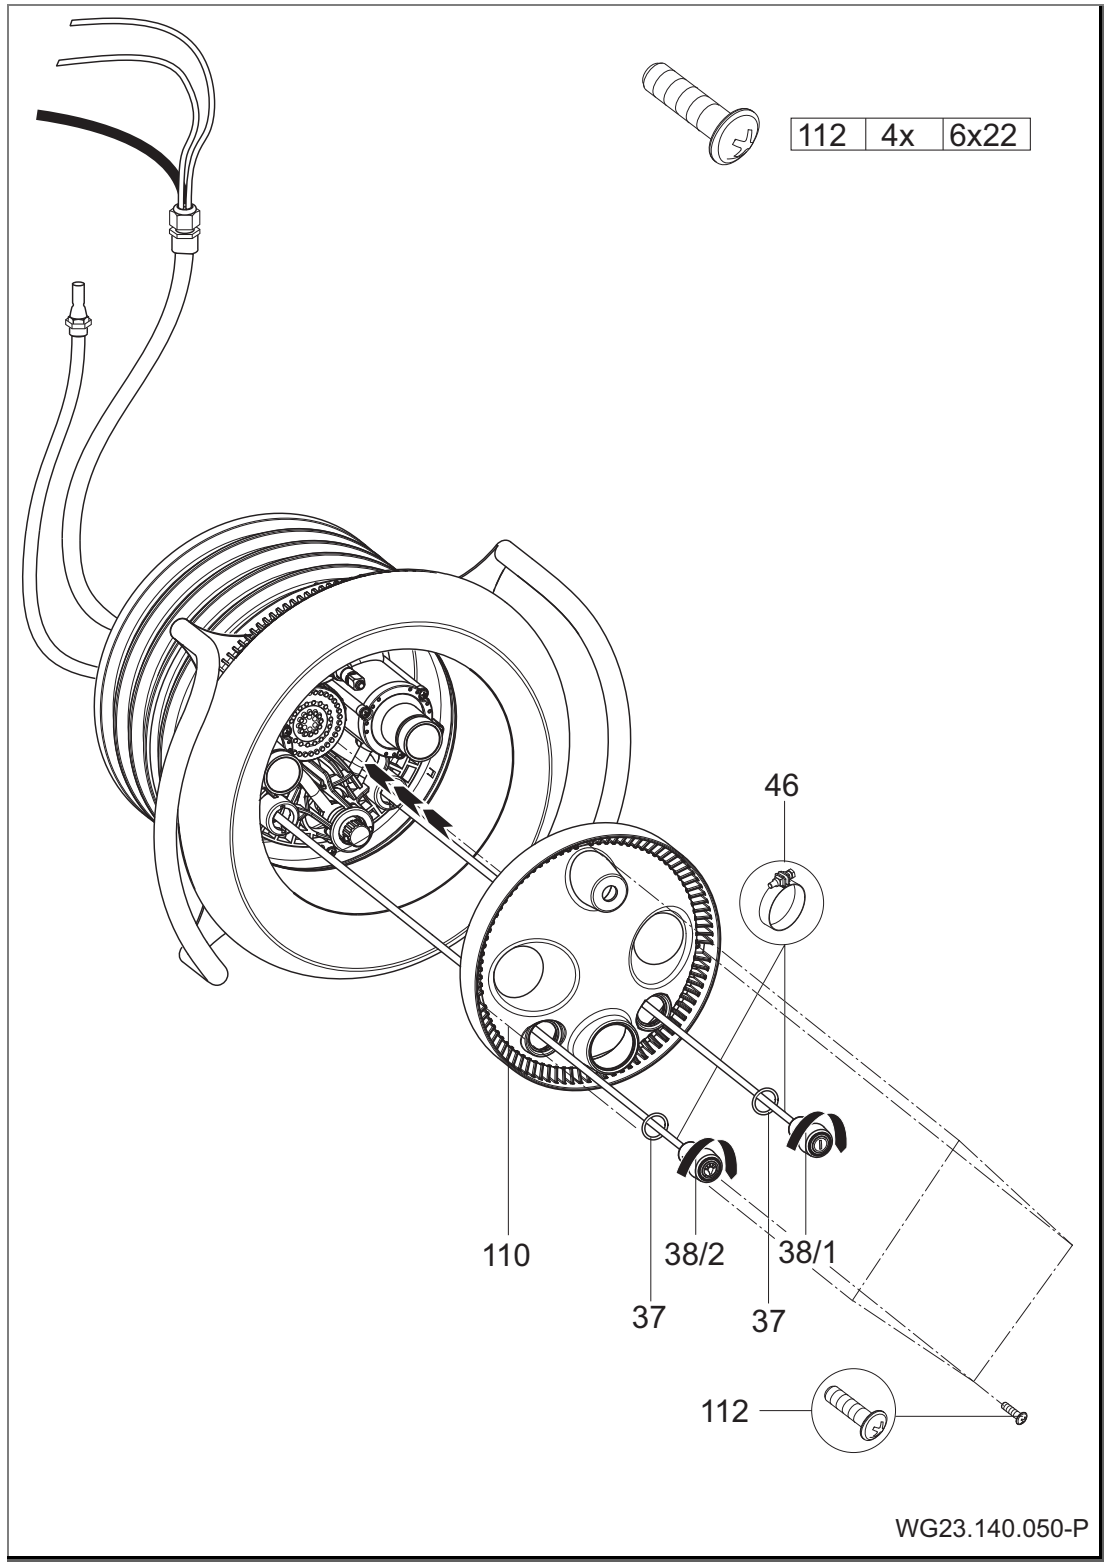

Fig. 18
10. Guider les flexibles pneumatiques à travers les orifices inférieurs / extérieurs du couvercle de l'éclairage (110); éclairage MARCHE/ ARRET à gauche; pompe MARCHE/ARRET à droite. Centrer le couvercle de l'éclairage (110) sur le corps de buses (102.1) et le fixer avec quatre vis auto taraudeuses (112). (Fig. 18)
11. Faire glisser un joint torique (37) sur chaque bouton-poussoir pneumatique (38/1;38/2). Fixer les flexibles pneumatiques aux boutons poussoirs correspondants avec les colliers de serrage (46). Insérer les deux boutons poussoirs pneumatiques à travers le couvercle de l'éclairage (110) dans le corps de buses et les verrouiller en appliquant une rotation dans le sens des aiguilles d'une montre. (Fig. 18)